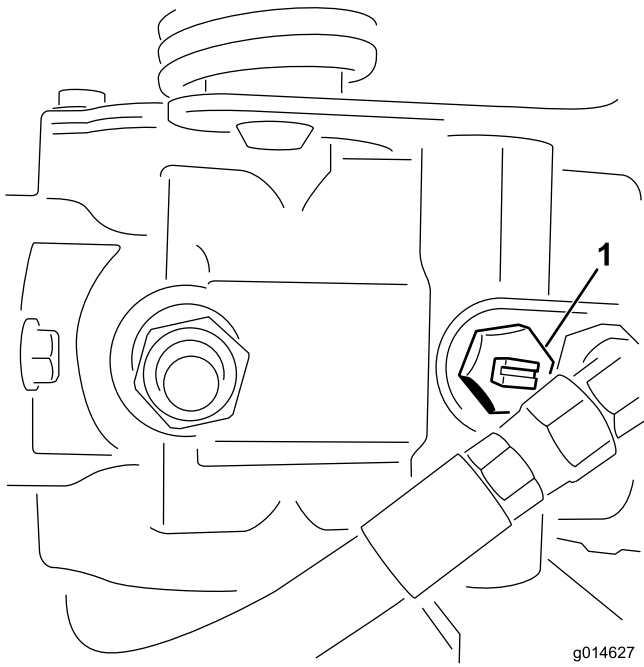

图40
1. 找到并旋转泵上的旁通阀，使槽处于垂直位置（图 40）。
2. 启动发动机之前，旋转旁通阀，使槽处于水平位置，这样就可以关闭旁通阀（图40）。旁通阀打开时，切勿启动发动机。